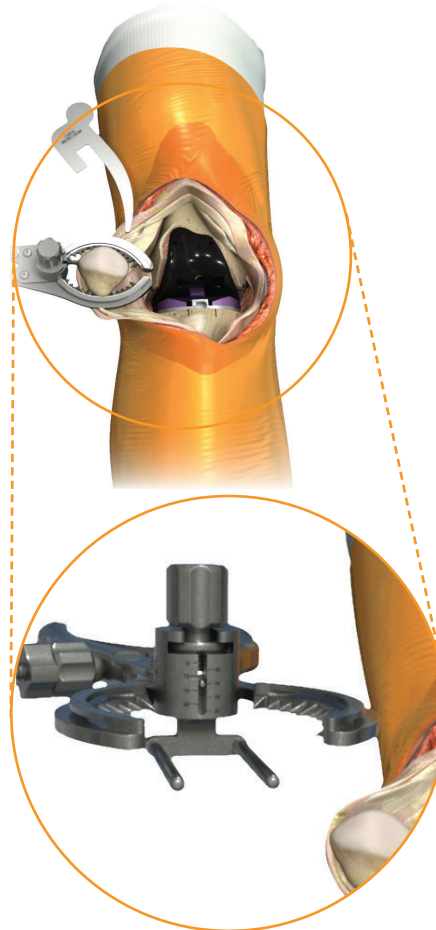

Figura 25a
4. Sustraiga 9 mm de este espesor. Esta es la cantidad de hueso que quedará después de la resección (Figura 25a).
5. Ajuste la Guía de Resección Rotular a la cantidad de hueso que debe quedar después de la resección. La guía se ajusta a este nivel girando la perilla estriada (Figura 25a).